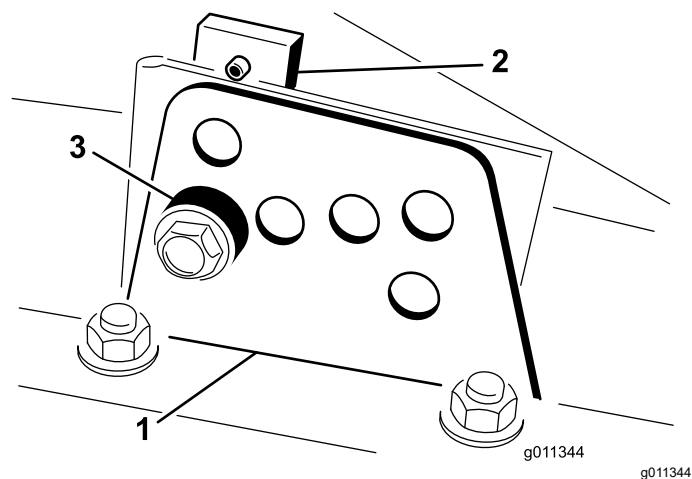

図 22
4. チェンバを支持しておきながらスペーサを取り外す 図 22。
2. 図 22 のように、各刈り高ブラケットを刈り高プレート前と右と左に固定しているボルトをゆるめる。